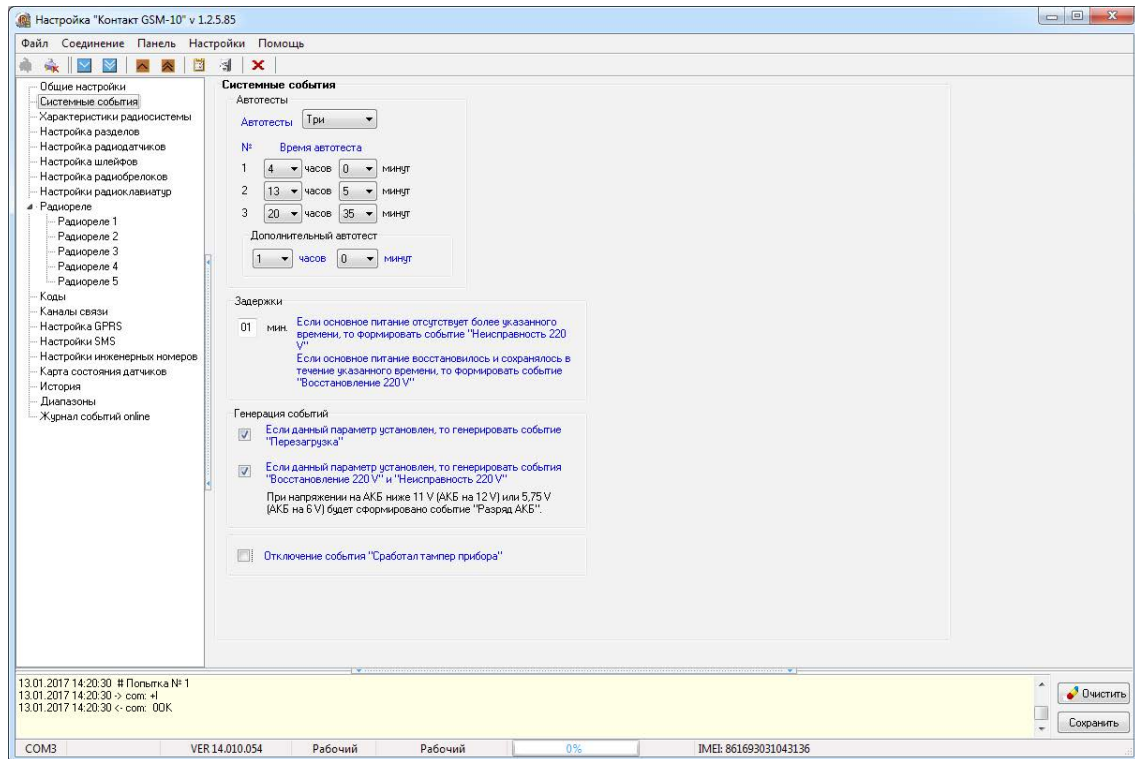

Рисунок 14. Раздел «Системные события»
Благодаря системным событиям (рис. 14) появляется возможность отслеживания работоспособности каналов связи оффлайн и исправности питания панели.
*Например, при настройках, указанных на рис. 14, автотест будет генерироваться в 4:00, 13:05 и 20:35. Доп. автотест будет генерироваться каждый час.*